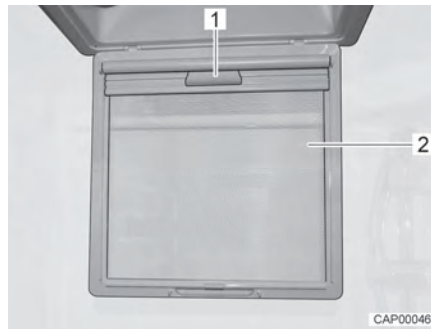

Fig. 52 Oscurante a rullo
- Ribaltare la protezione contro gli insetti (Fig. 52,2) verso il basso.
- Tirare verso il basso l'oscurante a rullo tramite la maniglia (Fig. 52,1) fino a fissarlo alla parte opposta.
- Sganciare l'oscurante a rullo dalla maniglia (Fig. 52,1) e ricondurlo lentamente nella posizione iniziale.
- Spingere la protezione contro gli insetti (Fig. 52,2) verso l'alto finché non si innesta.